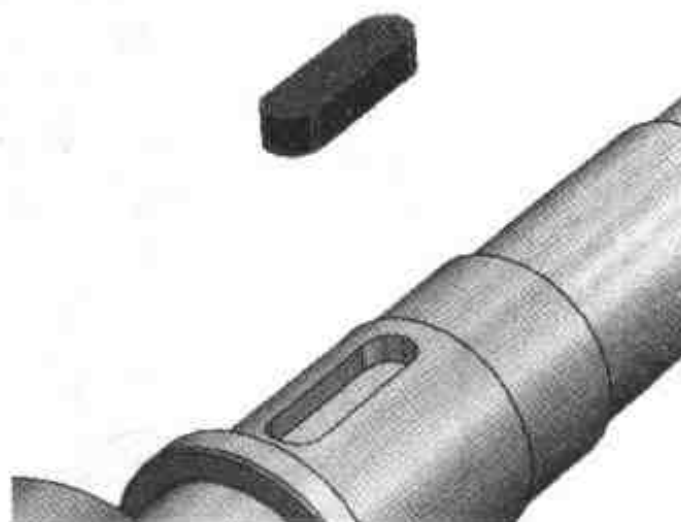

图 3.105 完成键和键槽的定向
- (4) 接下来我们将使键的平面与齿轮轴上键槽的平面平行。适当旋转齿轮轴使键槽处可见位置，单击【约束装配】按钮后单击键的上表面，光标变成如图 3.104A 所示形状，单击如图 3.104B 所示的键槽内平面。结果完成如图 3.105 所示的键和键槽的平行定位。